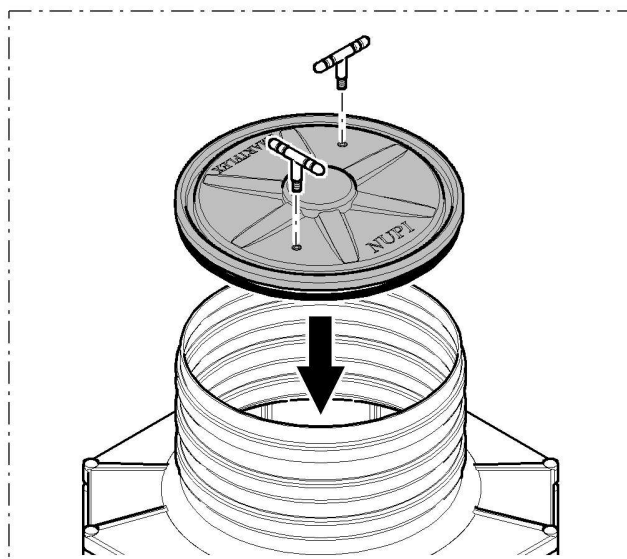

Fig. 6
- Antes de posicionar a tampa na parte superior do escoadouro, certificar-se que a sua guarnição esteja correctamente posicionada no encavo da borda da tampa de modo a garantir uma perfeita vedação; (Fig. 6) apertar as hastes específicas para completar a instalação.